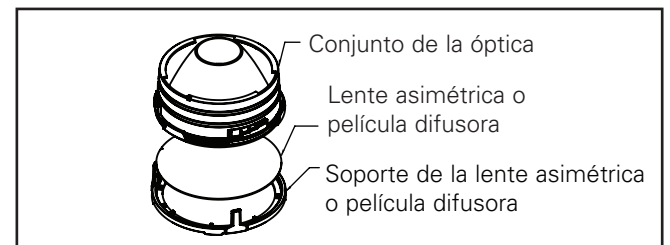

Figura 17
6. Para instalar la lente asimétrica, siga los pasos 1 a 5 con la configuración de lentes asimétricas (Figura 17).